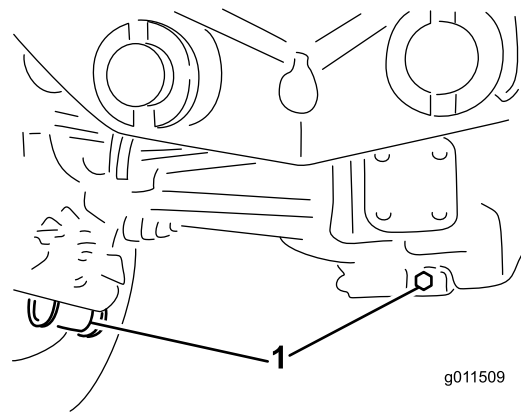

Figure 95
2. Nettoyez la surface autour des 3 bouchons de vidange, 1 à chaque extrémité et 1 au centre (Figure 95).